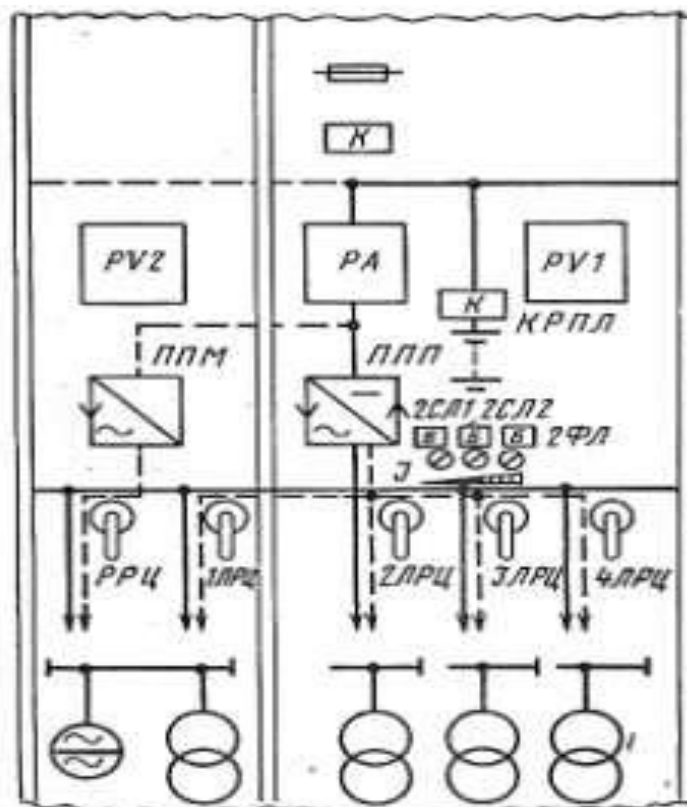

Рисунок 9. Мнемосхема разводки питания панели ПП25-ЭЦ
7.9.3. Для удобства пользования на лицевой стороне панели изображена мнемосхема разводки питания (рис. 9) с обозначением на ней преобразователей, нагрузки, измерительных приборов и тумблеров для их включения.